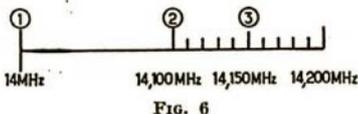

Fig. 6
position « 10 kHz » du calibrateur, et on compte cinq « pip » : on est alors sur 14,150 MHz (3), à une centaine de Hz près (fig. 6).